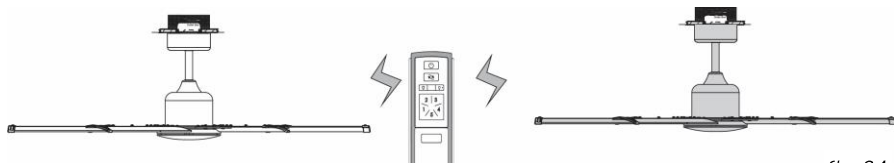

fig. 24
2. Effectuez le jumelage (consultez la section Processus de jumelage ci-dessus) à partir d'un point physique entre les ventilateurs (fig. 24).